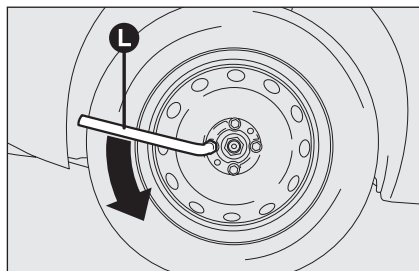

fig. 5
□ allentare di circa un giro i bulloni di fissaggio, utilizzando la chiave in dotazione **L**-fig. 5; per vetture dotate di cerchi in lega, scuotere la vettura per facilitare il distacco del cerchio dal mozzo della ruota;